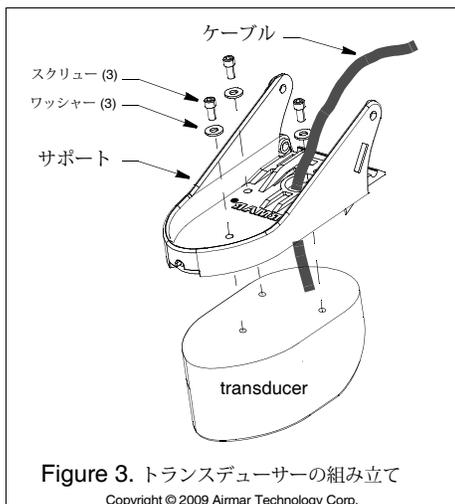

Figure 3. トランスデューサーの組み立て
1. ケーブルをトランスデューサーサポートの大きな穴に通します (図3)。